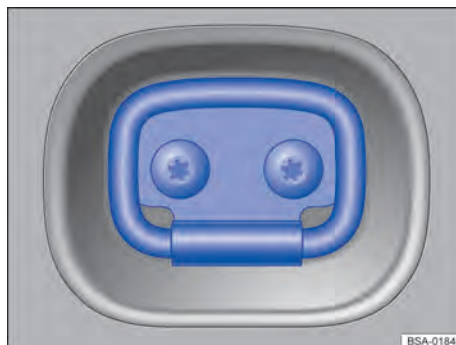

Fig. 157 Dans le compartiment de charge : œillets d'arrimage
Le compartiment de charge est équipé d'œillets d'arrimage → fig. 157 destinés à fixer à l'aide de cordes d'arrimage et de sangles de fixation ou de maintien des objets ainsi que tout chargement → ⚠.
1. Relevez les œillets d'arrimage → fig. 157.